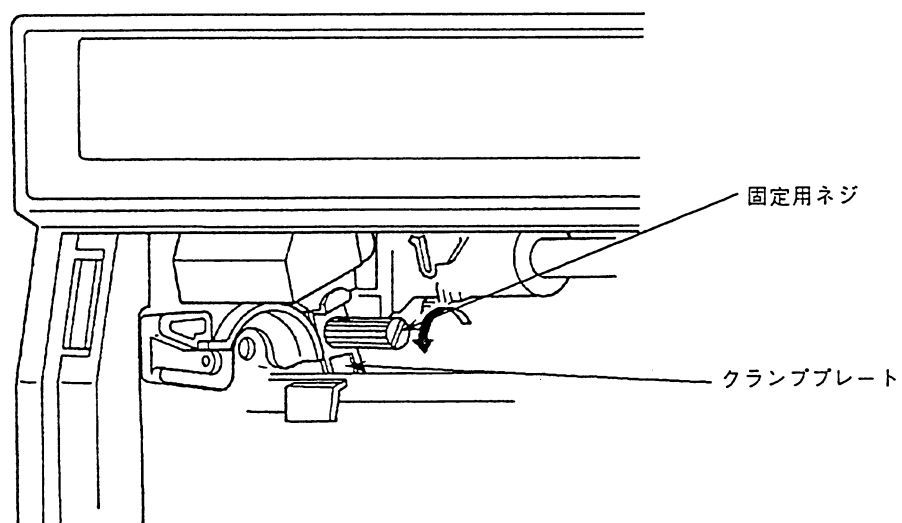

図1.6
- (4) 内器内側の左上にクランププレートを固定しているネジがあります(図1.6 参照)。
(5) 図1.6に示すように、クランププレートを固定しているネジを矢印方向にゆるめてキャリッジからクランププレートを押し下げますと、キャリッジは自由に作動できるようになります。